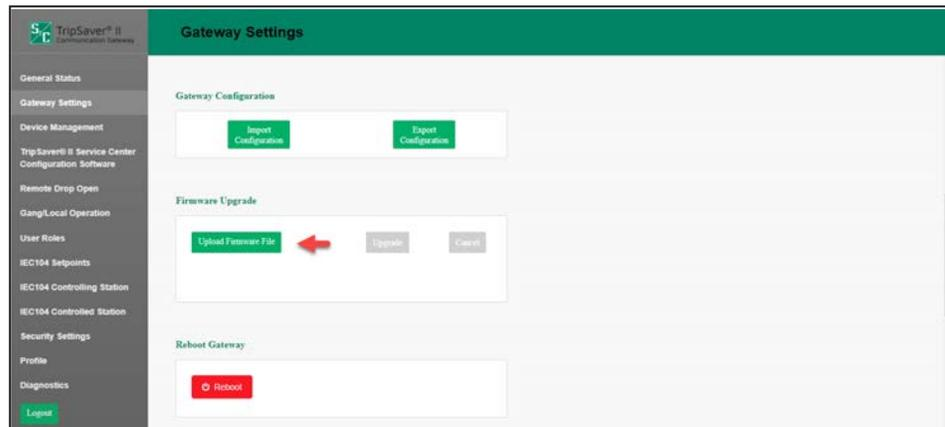

Figura 28. Painel de Atualização de Firmware.
O painel “Firmware Upgrade” (Atualização do Firmware) permite o carregamento de versões de firmware no gateway de comunicação. Ver Figura 28. Siga os passos abaixo para realizar uma atualização de firmware:
- PASSO 2.** Clique no botão **Upload Firmware File** (Carregar Arquivo de Firmware) no painel Firmware Upgrade. Ver Figura 28.